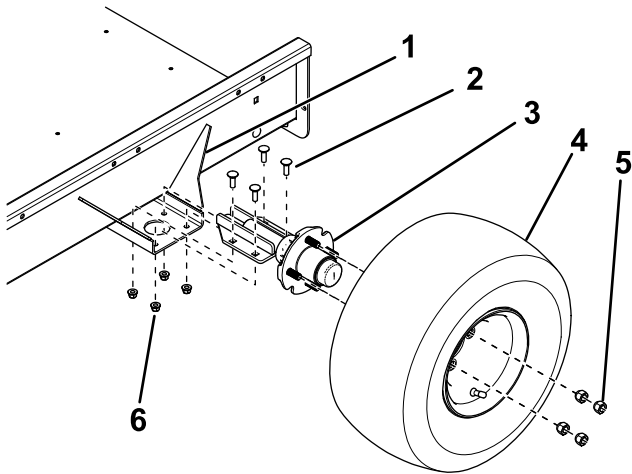

图2
2. 如图2所示，使用 4 个托架螺栓和 4 个锁紧螺母，将轴安装到拖车底板两侧安装支架的顶侧。
3. 使用 4 个车轮螺母将车轮总成安装至各个轮毂（图2），并上紧螺母扭矩至 108.5N·m。
3. 调整轴安装支架的位置，使前面的中心到中心距离约为 3mm，小于后面中心到中心距离（图2）。